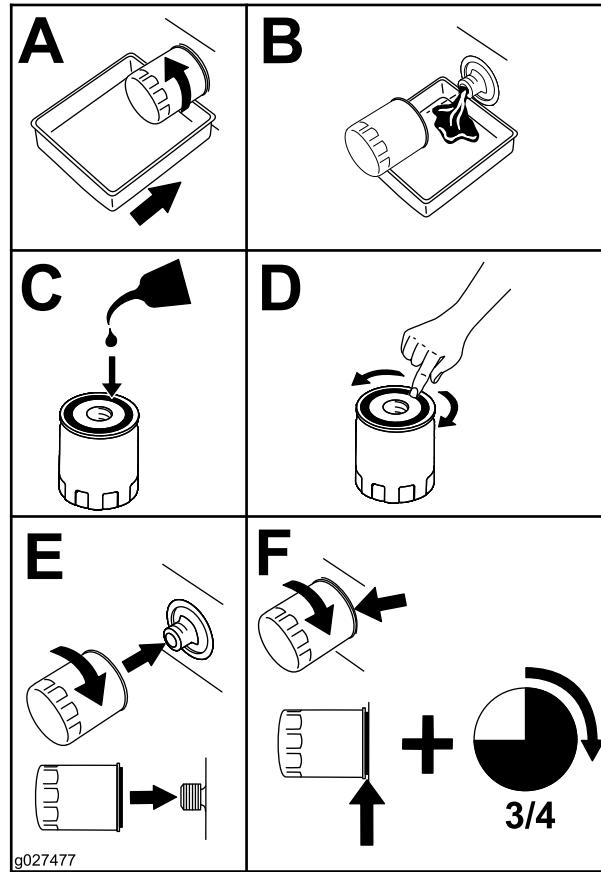

Рисунок 45
- Замените масляный фильтр двигателя (Рисунок 45).